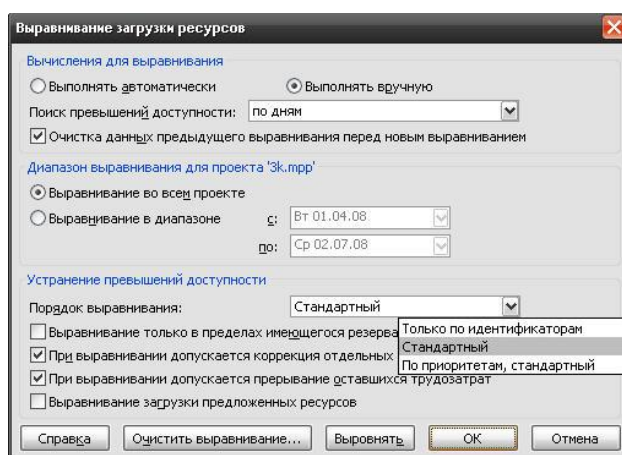
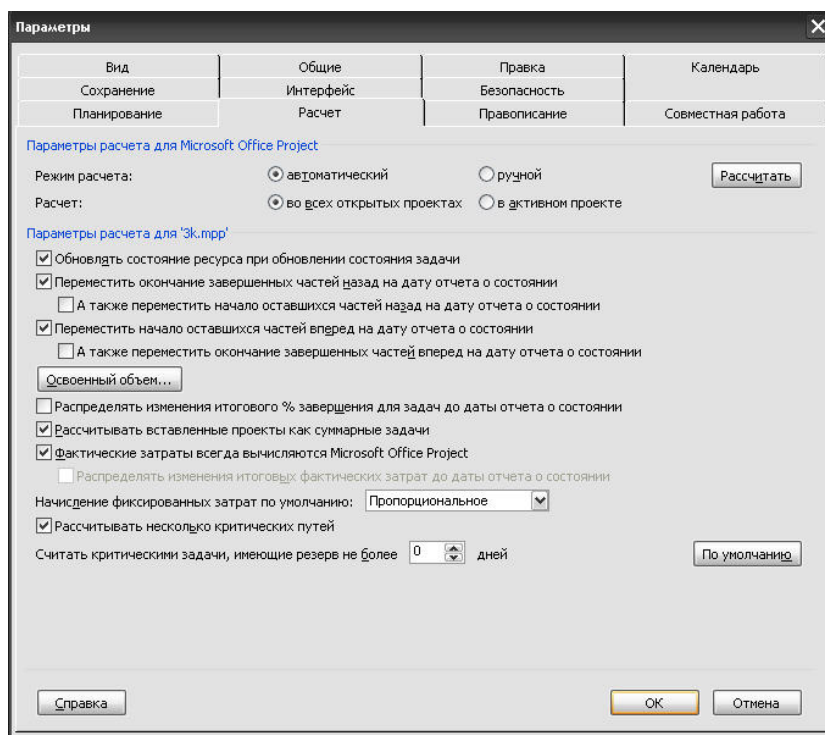

Рис. 27
Рис. 32
Однако, Microsoft Project имеет встроенный механизм выравнивания загрузки ресурсов – меню *Сервис – Выравнивание загрузки ресурсов* (рис. 27). При этом выравнивание ресурсов производится за счет:
В окне *Выравнивание загрузки ресурсов* (рис. 27) можно выставить два режима выравнивания: *Выполнять вручную* по кн. *Выровнять* либо *Выполнять автоматически* при каждом обнаружении превышения доступности ресурса. Во втором случае также через меню *Сервис – Параметры – Расчет* должен быть выбран режим расчета *автоматический* (по умолчанию, рис. 32).
- непосредственно *выравнивающие задержки*, откладывающие выполнение работы – вставляются программой или пользователем вручную; такие задержки могут удаляться кн. *Очистить выравнивание* (рис. 27);
Флаг *Выравнивание только в пределах имеющегося резерва* времени (рис. 27) запрещает перенос даты окончания проекта на более позднее время, но это сужает возможности выравнивания ресурсов (по умолчанию снят).
Важным инструментом упреждения и выявления будущих критических работ является возможность изменить условие определения критичной работы по п. 1. Например, считать критичной работы с резервом времени 1 или 2 дня. Тогда будут отображаться предупреждения о критичной работе, когда в запасе еще остается 1 или 2 дня. Устанавливается через меню *Сервис – Параметры – Расчет*, строка *Считать критическими задачи, имеющие резерв не более X дней* (рис. 32)
Дата отчета о состоянии влияет на обновление данных о ходе выполнения проекта. Когда ход выполнения проекта вводится по варианту 1 или 2 (*%завершения* или *Фактические трудозатраты*), то эта дата используется программой для размещения фактических и оставшихся трудозатрат. На способ размещения фактических и оставшихся трудозатрат влияют также 4 флага *Переместить ...* из закладки *Расчет* окна *Сервис – Параметры* (рис. 32), смотрите справку к окну.
На рис. 32 режим расчета *автоматический* означает, что вносимые в проект изменения, требующие пересчета, будут пересчитаны сразу автоматически. В режиме расчета *ручной*, после внесения изменений, требующих пересчета, в строке состояния окна Microsoft Project появляется
Кн. *Освоенный объем* на закладке *Расчет* окна *Параметры* (рис. 32) открывает диалоговое окно *Освоенный объем*. В нем можно указать, какое из полей – % завершения или *Физический % завершения* – должно устанавливаться для всех новых работ (поле *Способ расчета освоенного объема* в окне *Сведения о задаче*, рис. 17) и использоваться для анализа освоенного объема в проекте. Кроме того, можно указать, какой из 11 доступных базовых планов следует использовать для сравнения величин освоенного объема: